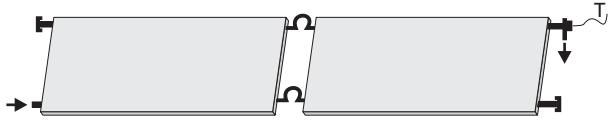

Abb. 9 Parallelschaltung mit wechselseitigem Anschluss.
1) Sammelrohr oben und unten verbunden, s. Abb. 9
| 3 Kollektoren (s. Abb. 9) | 160 | 304 | 262 | - |